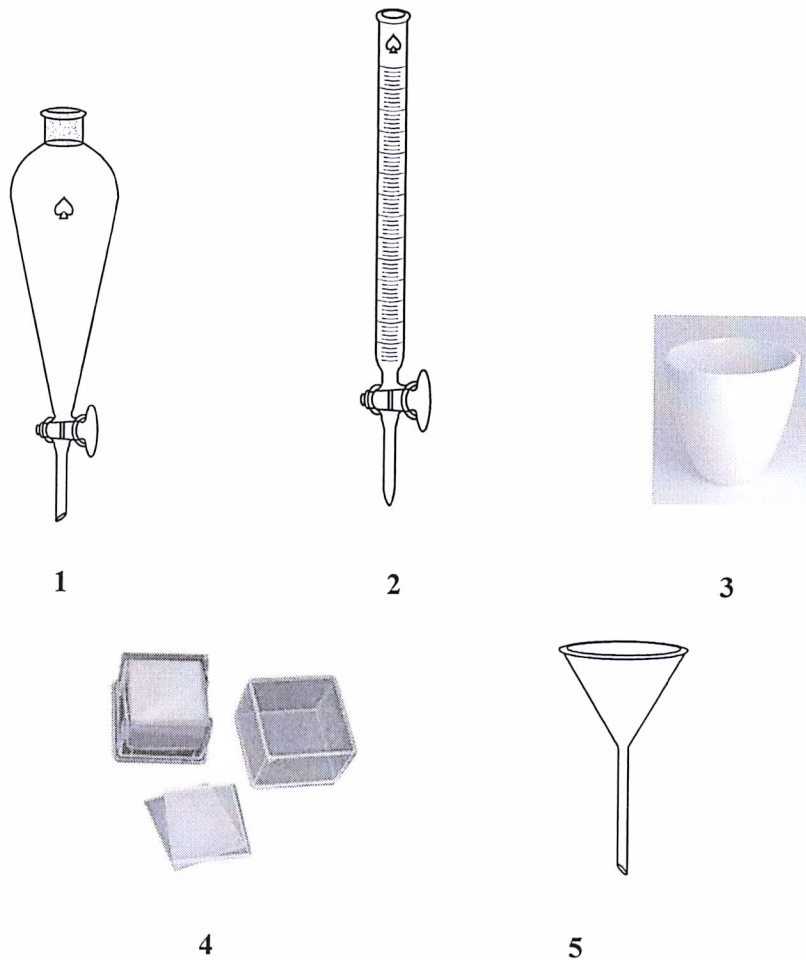

Figura 2. Vidrarias utilizadas em laboratório.
2ª Questão (20 pontos). Os procedimentos de decantação, fusão, calcinação, titulação e filtração são realizados no laboratório em situações diversas. A Figura 2 apresenta vidrarias utilizadas para realizar esses procedimentos.
a) Escreva nos espaços os nomes correspondentes às vidrarias apresentadas na Figura 2.